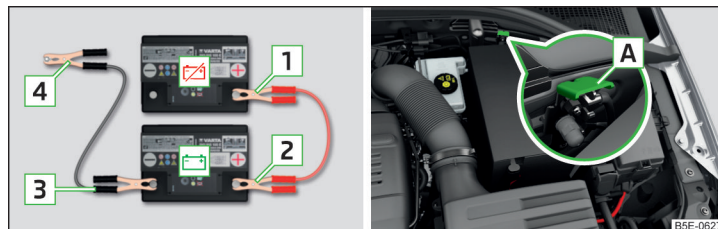

Fig. 327 Pornirea asistată: ☹️ - bateria descărcată, 🔋 - bateria furnizoare de curent/punctul de masă al motorului la sistem START-STOP
- La autovehiculele cu sistem START-STOP conectați clema **4** la punctul de masă al motorului **A** » fig. 327.